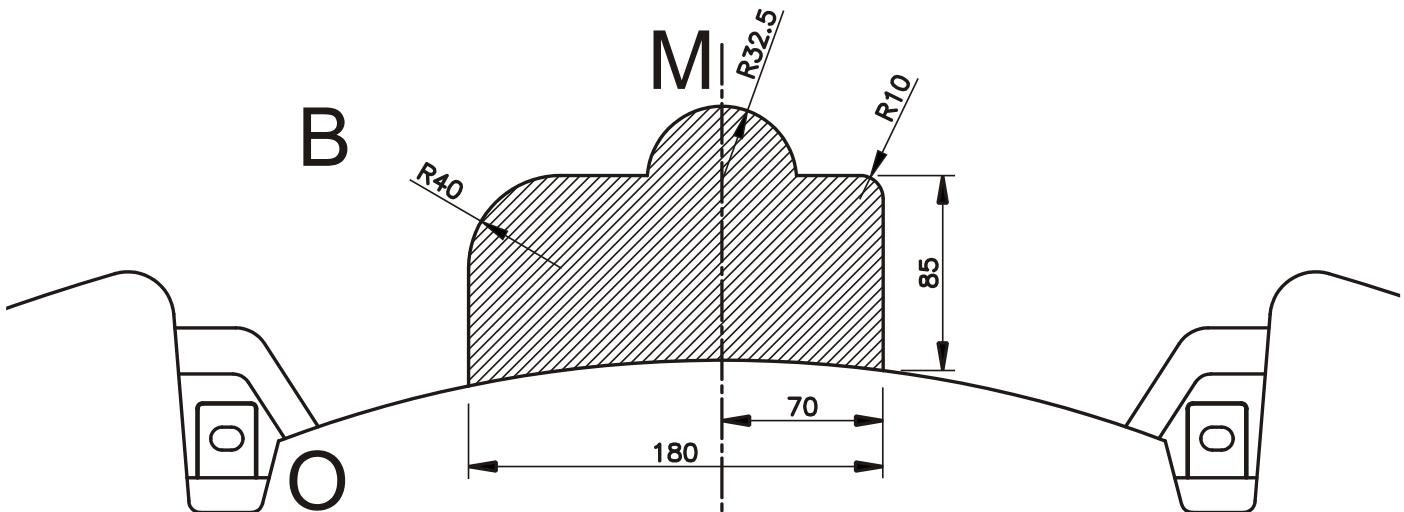

Fig. 1
2. Montere de uitlaatophanging (ref.2) rechts (*bij dubbele uitlaat moet ook uitlaatophanging (ref.1) links gemonteerd worden*) op de bouten waar de stootbalk is bevestigd. Gebruik daarvoor de originele bouten.
3. Positioneer monterestuk (ref.4) rechts in de chassisbalk tot de punten (A) passen met de voorziene boringen. Breng bouten en rondsels aan en schroef handvast.
4. Bevestig de trekhaak met de punten (B) aan de draagarm (ref.4), breng de bouten in en schroef handvast. Breng links de draagarm (ref.3) in de chassisbalk tot de punten (A) passen met de voorziene boringen in de chassisbalk en met de punten (B) in de trekhaak. Breng de bouten in en schroef alles degelijk vast (zie aanhaalmomenten).
5. Maak in de onderzijde van de bumper eeninsnijding volgens fig.1 en montere de bumper terug op het voertuig.
2. Monter la suspension d'échappement (2) à droite (*en cas d'échappement double, la suspension d'échappement (1) doit également être installée à gauche*) sur les écrous où le butoir est fixé. Utiliser pour cela les écrous originaux.
3. Positionner la pièce de montage (4) à droite dans la poutre de châssis jusqu'à ce que (A) soit adapté aux forages prévus.
4. Fixer l'attelage avec les points (B) au bras-porteur (4), insérer les boulons sans serrer. Placer le bras-porteur (3) dans la poutre du châssis jusque les points (A) s'adaptent aux forages prévus dans la poutre du châssis et avec les points (B) dans l'attelage. Insérer les boulons et bien bien fixer le tout (cfr. couples de serrage).
5. Faire une découpe dans le dessous du pare-chocs, selon la figure 1 et remontez le pare-chocs sur le véhicule.
2. Montieren Sie die Auspuffaufhängung (2) rechts (*bei einer doppelten Auspuffanlage muss auch die Auspuffaufhängung links (1) montiert werden*) auf die Bolzen, an denen der Stoßfänger befestigt ist. Verwenden Sie dazu die Originalbolzen.
3. Positionieren Sie das Montierstück (4) rechts auf den Chassisträger bis (A) mit den vorgegebenen Bohrungen übereinstimmt. Bringen Sie die Bolzen und Ritseln an und schrauben Sie alles handfest.
4. Die Anhängekupplung mit den Punkten (B) an die Trägerarmen (4) befestigen, die Bolzen einbringen ohne anzuschrauben. Links, der Trägerarm (3) im Chassisbalken bringen bis Punkte (A) mit die vorhanden Bohrungen im Chassisbalken passen und mit den Punkten (B) in Anhängekupplung. Die Bolzen einbringen und alles entsprechend der Drehmomentenvorgabe festziehen.
5. Machen Sie an der Unterseite der Stoßstange gemäß Abbildung 1 eine Einkerbung und montieren Sie die Stoßstange wieder am Fahrzeug.